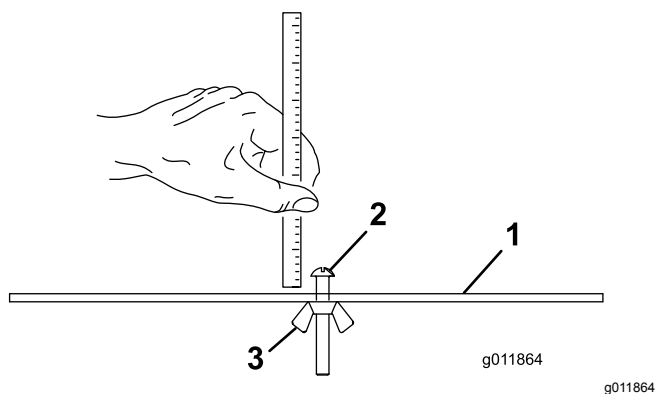

Figura 17
2. Desaperte a porca da barra indicadora (Figura 17) e regule o parafuso de ajuste para a altura de corte desejada.